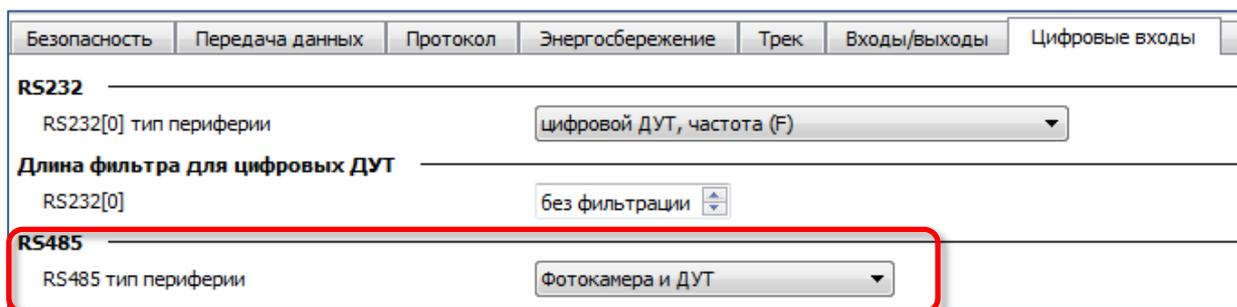

Рисунок 12. Настройка входа RS485 в Конфигураторе
- настройте вход RS485 терминала на получение данных с ДУТ (Рис. 12):